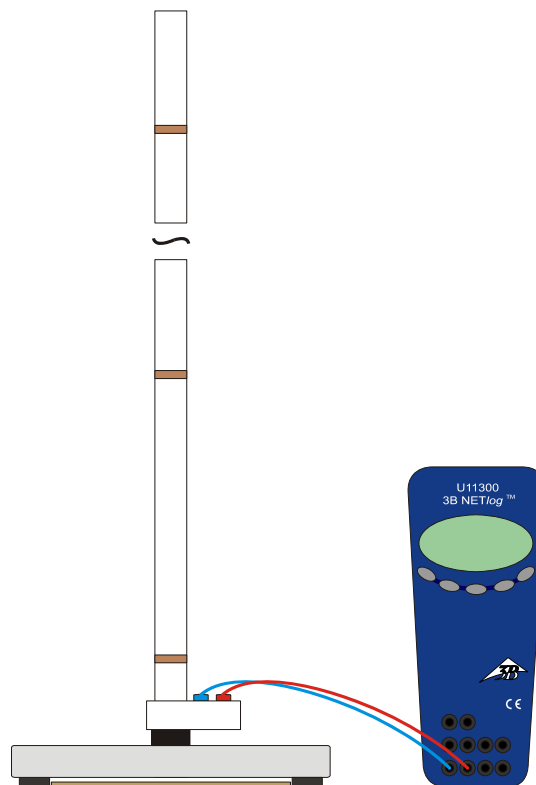

Fig. 1 Montagem experimental
- Montar a experiência segundo Fig. 1.